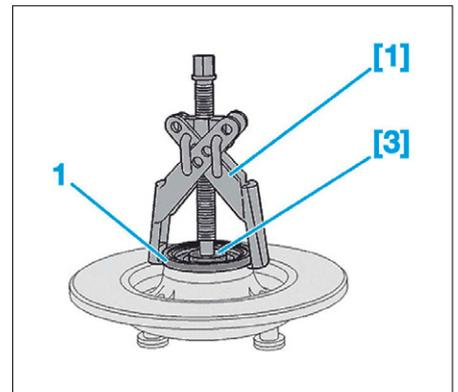

FIG. 60
- Poser les outils [1] et [3] (Fig.60).